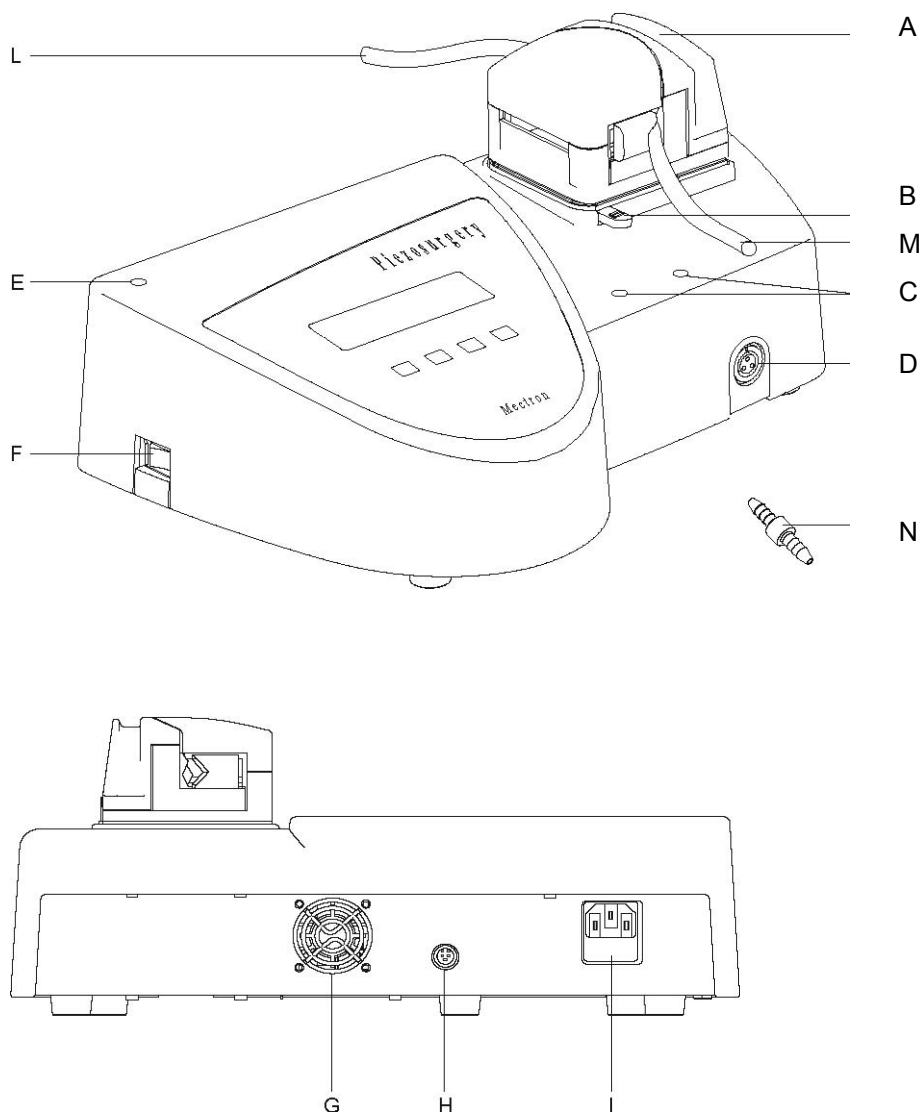

Fig. 5
**⚠ GEVAAR:** Plaats het apparaat niet op of vlakbij warmtebronnen. Plaats het zodanig dat er voldoende luchtcirculatie rond het apparaat is. Laat voldoende ruimte vrij rond het apparaat, vooral voor de ventilator aan de achterzijde (Fig. 5 – G).
- 2) Plaats de stang voor het ophangen van de zak in het daarvoor bestemde gat (Fig. 5 – E).
- 3) Plaats de houder voor het handstuk in de daarvoor bestemde gaten (Fig. 5 – C).
- 4) Sluit de voetschakelaar aan op de behuizing van het apparaat door de plug in de fitting van de voetschakelaar te steken (Fig. 5 – H).
- 5) Steek de voedingskabel in de stekker op de behuizing van het apparaat (Fig. 5 – I) en in het stopcontact.
- 6) Sluit de kabel van de Piezosurgery aan op de aansluiting op het apparaat (Fig. 5 – D).
- 7) Steek de slang van de Piezosurgery kabel in het koppelstuk van de pomp (Fig. 5 – N). Steek het koppelstuk in de slang van de peristaltische pomp (Fig. 5 – M).
- 8) Sluit het uiteinde van de slang van de peristaltische pomp (Fig. 5 – L) aan op het infuusbestek.
F (Fig. 5)	- de AAN/UIT schakelaar.
- 1) Aanzetten van het apparaat door de HOOFDSCHAKELAAR (Fig. 5 – F) op de behuizing van het apparaat om te zetten, zonder op de voetschakelaar te drukken.
- 1) Het apparaat uitzetten door de HOOFDSCHAKELAAR (Fig. 5 – F) op de behuizing van het apparaat om te zetten.